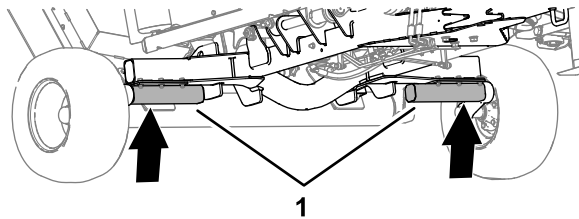

Figura 45
1. Levante o cortador nas metades do eixo, como se mostra na Figura 45.